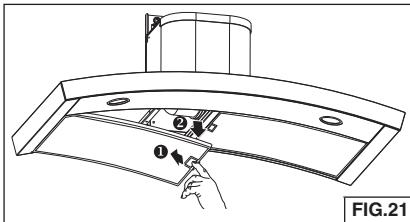

FIG.21
1. Para retirar el filtro de GRASAS, tire de la lengüeta del pestillo para desprender el filtro de la campana. Incline el filtro hacia abajo y retírelo. Fig. 21.
2. Para instalar el filtro de GRASAS, alinee las lengüetas posteriores del filtro con las ranuras de la campana. Tire de la lengüeta del pestillo, coloque el filtro en su posición y libérelo. Asegúrese de que el filtro quede bien conectado después de la instalación. Fig. 21.